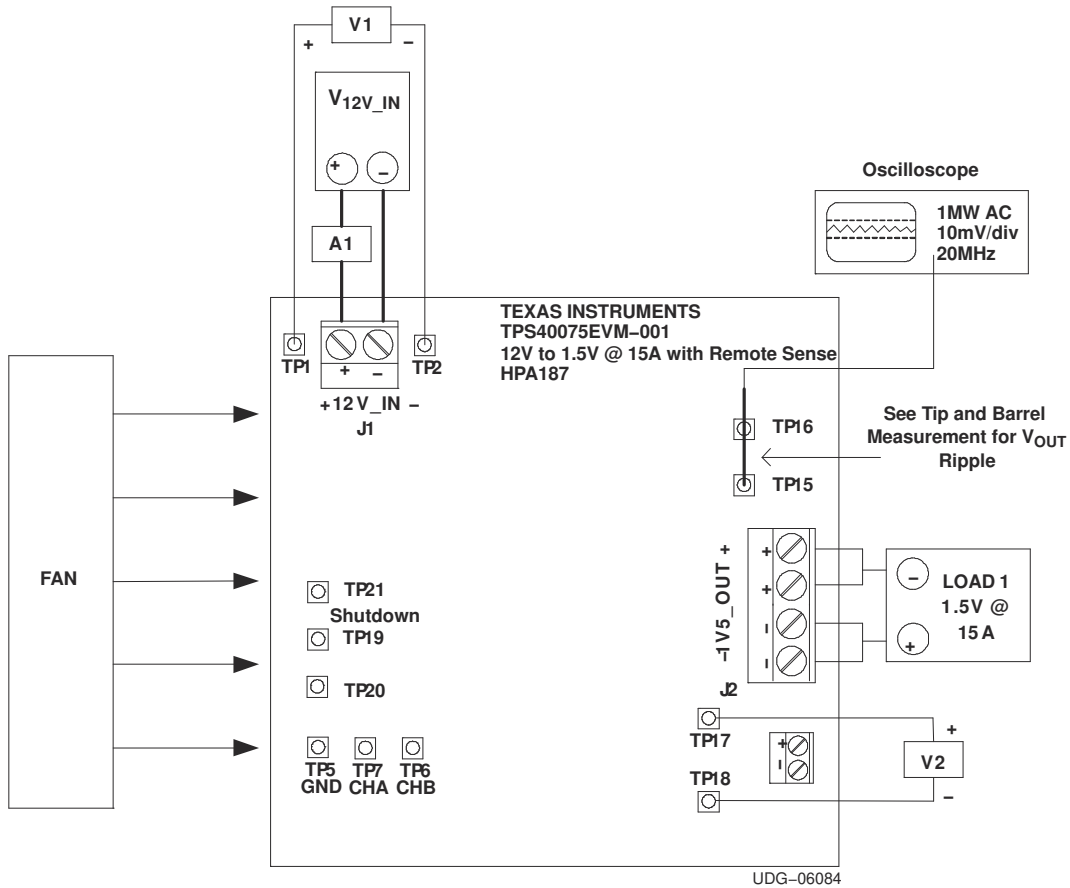

图 4-1. 建议用于 TPS40075EVM-001 的测试装置
2. 在连接直流输入源  $V_{12V\_IN}$  之前，建议将来自  $V_{12V\_IN}$  的源电流限制为最大 5.0A。确保  $V_{12V\_IN}$  初始设置为 0V 并按图 4-1 所示进行连接。
3. 在  $V_{12V\_IN}$  和 J1 之间连接电流表 A1 (量程为 0A 到 5A)，如图 4-1 中所示。
4. 将电压表 V1 连接到 TP1 和 TP2，如图 4-1 中所示。
6. 将电压表 V2 连接到 TP17 和 TP18，如图 4-1 中所示。
8. 按图 4-1 中所示放置风扇。将风扇打开，确保空气流经 EVM。
表 7-1 列出了按照图 3-1 和图 4-1 中所示原理图进行配置的 EVM 元件。